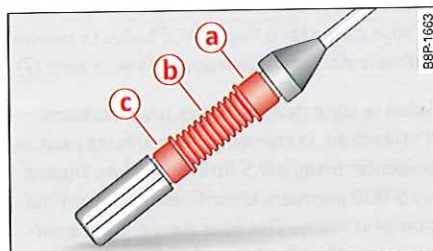
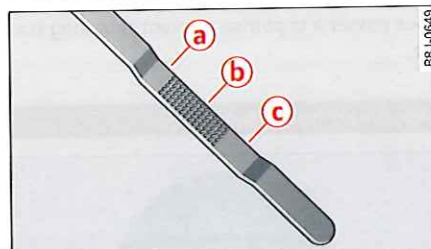

Fig. 173 Exemple 1 : repères sur la jauge d'huile
Fig. 174 Exemple 2 : repères sur la jauge d'huile
- Retirez ensuite la jauge et vérifiez le niveau d'huile ⇒ fig. 173 ou ⇒ fig. 174. Le cas échéant, faites l'appoint d'huile-moteur ⇒ page 174.